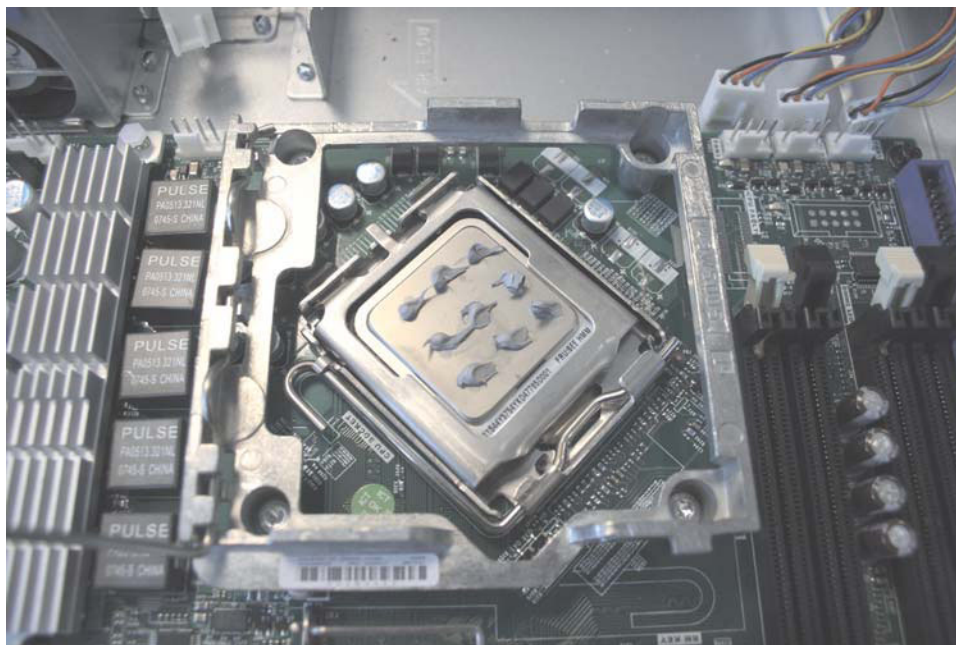

図 267. SAN ボリューム・コントローラー 2145-8A4 マイクロプロセッサ上の 9 個の熱伝導グリース・ドットの全セット
- d. 301 ページの図 267 に示すように、マイクロプロセッサの上部に熱伝導グリースを塗布します。熱伝導グリースの 9 個のドットを 3 個のドットずつ 3 行に塗布し、外側の行はマイクロプロセッサの端から約 5 mm の位置になるようにします。熱伝導グリース注入器のキャップの直径が 5 mm なので、これを利用して熱伝導グリースのドットの必要位置を判断できます。